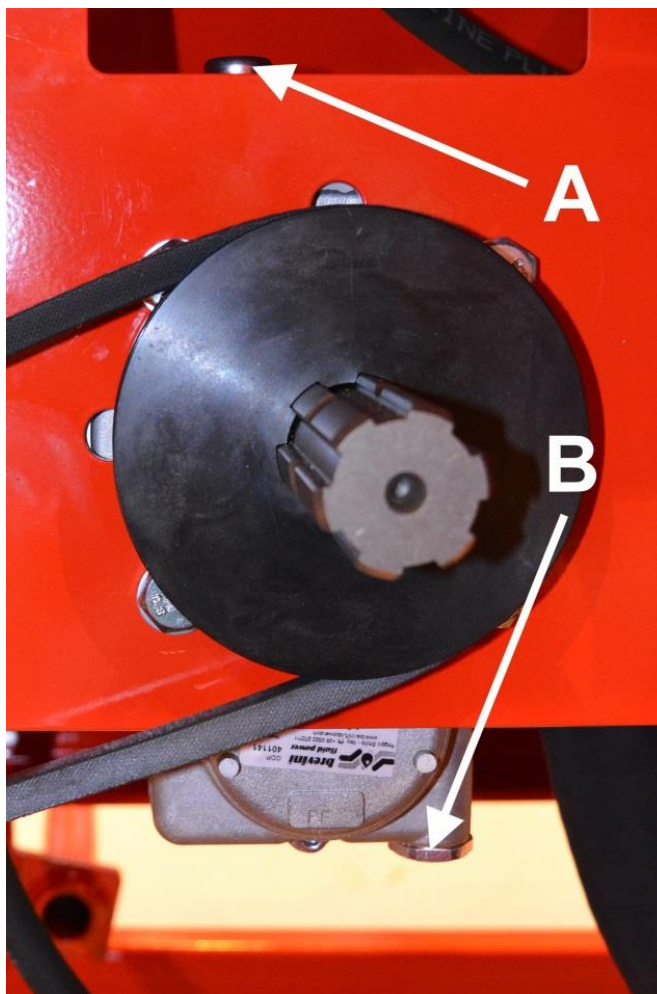

Bild 30.
6. Stäng till slut även flämtventilens kork A på bild 30.